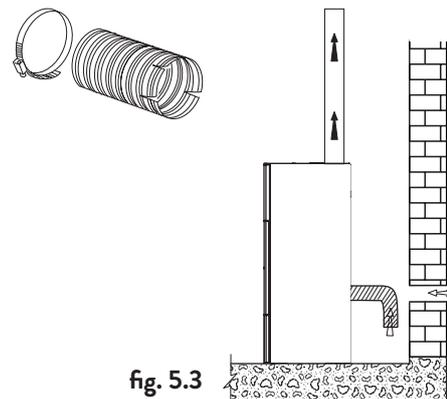

fig. 5.3
**Le poêle lors de son fonctionnement, prend beaucoup d'air (même modeste) dans l'environnement où il se trouve, cet air devrait être rétabli grâce à une prise d'air extérieur à la pièce (Fig. 5.3 - PA = Bouche d'air).**